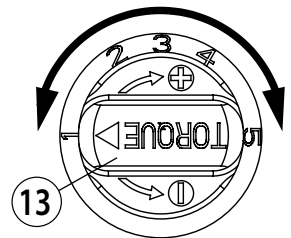

BILD 3
3.3) Einstellung des Drehmoments (Siehe Bild 3)